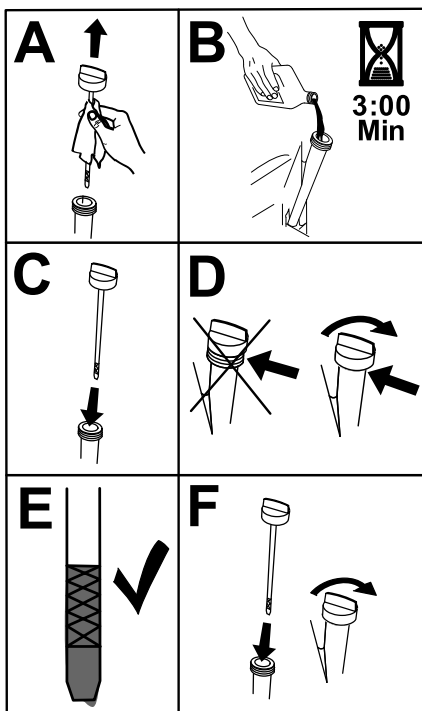

Figura 45
6. Vierta lentamente un 80 % aproximadamente del aceite especificado por el tubo de llenado, luego añada lentamente el resto del aceite hasta que llegue a la marca Lleno (Figura 45).